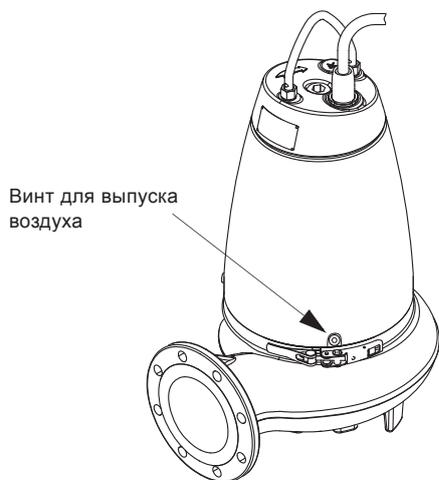

Рис. 18 Винт для выпуска воздуха
Проверьте направление вращения перед запуском насоса. Правильное направление вращения показывает стрелка на корпусе насоса. Правильным считается вращение по часовой стрелке, если смотреть на двигатель сверху. После включения произойдёт рывок насоса в сторону, противоположную направлению вращения, см. рис. 18.
2. Включить и тут же отключить насос, следя при этом за направлением действия крутящего момента (за направлением рывка) насоса. Если насос подключен правильно, рывок будет в сторону, противоположную направлению вращения. См. рис. 18.